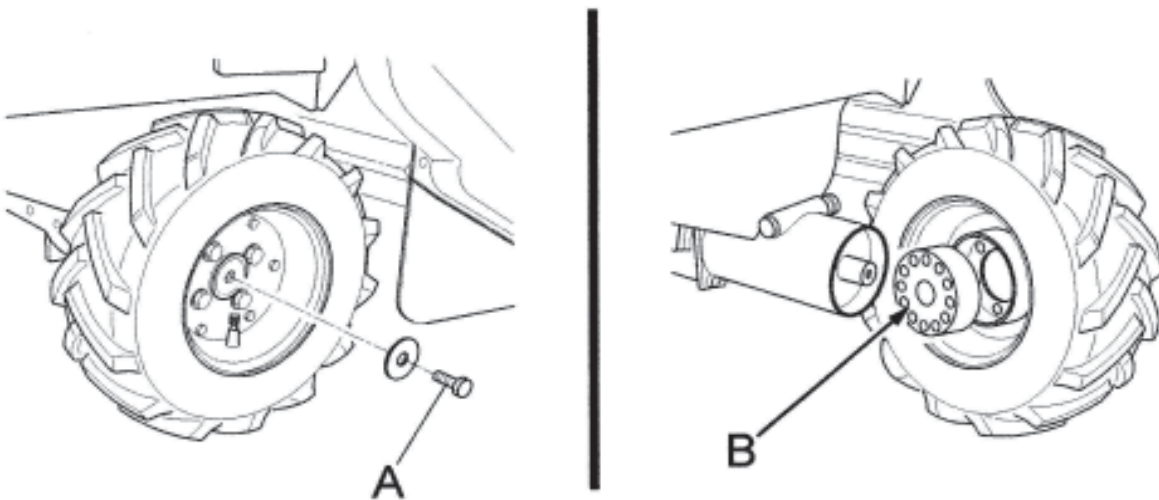

Abbildung 17
- Alle 50 Stunden die Radentsperrungen fetten; hierzu die mittlere Schraube aus Abb. 17 (Pos. A) entfernen. Das Rad komplett mit Nabe ausbauen, den damit freigelegten Bereich fetten (Abb. 17, Pos. B) und das Rad wieder montieren.